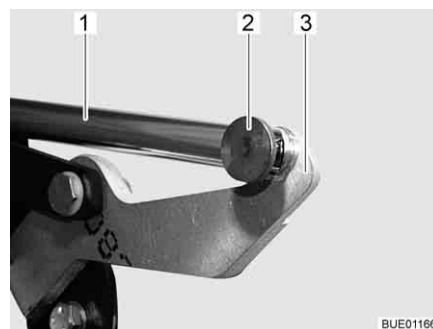

Bild 103 Drivning
- Ta bort förbindelsen (t. ex. stift och fkåderkontakt) (Bild 103,2) mellan skjutstäng (Bild 103,1) och armen (Bild 103,3).